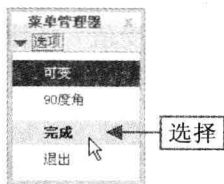

图 8-81 选择“完成”选项
Step 03 弹出“选项”菜单管理器，选择“完成”选项，如图 8-81 所示。